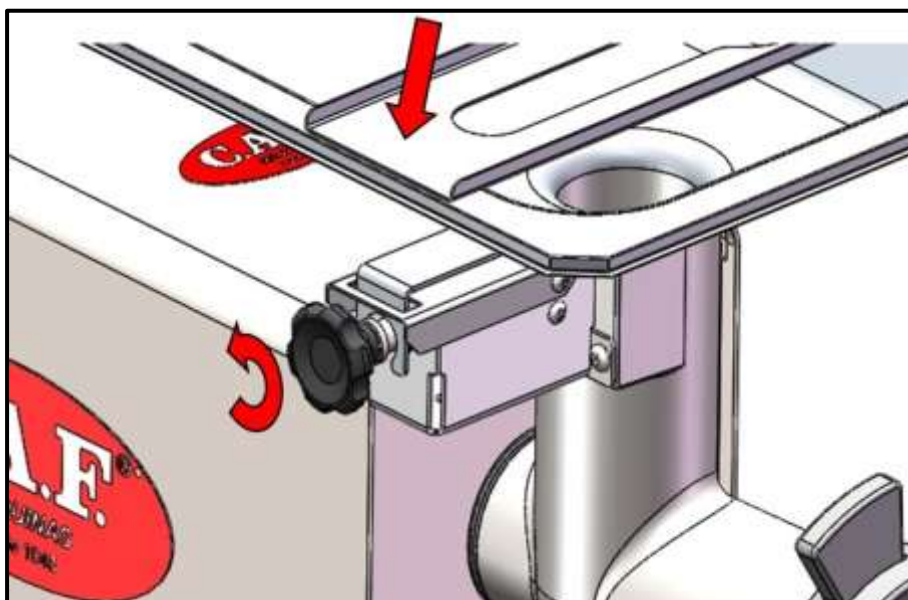

Fig. 5 - Liberando o eixo para passagem do produto
- 3)** Com a bandeja na posição, apoie a mão no canto indicado pela seta (Fig.5) e desrosqueie o eixo no sentido anti-horário para liberar a passagem do produto, conforme figuras 5 e 6.
Obs.: Quando o eixo estiver recuado para passagem do produto, não é possível remover a bandeja. Para retirá-la, deve-se rosquear o eixo novamente (Fig. 5).